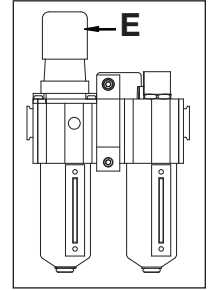

图 6
调节螺钉 (E) 在出厂时已被调整到顺时针方向的尽头,在此状态下系统无法获得润滑油料。要进行初始调节,请打开通气装置,油就开始流入系统。旋转调节螺钉,调节油的滴落速度。逆时针旋转调节螺钉,会提高滴落速度。(见图 6)一开始,将滴落速度设置为每分钟一到两滴,在系统达到正常操作温度后,对速度进行微调。
向上拉调节螺母,以解除锁定。要提高出口压力设置,就必须顺时针旋转调节螺母;要降低出口压力设置,就必须逆时针旋转。要降低压力,首先将压力降到所需压力以下,然后逐渐提高到所需出口压力。(见图 6)